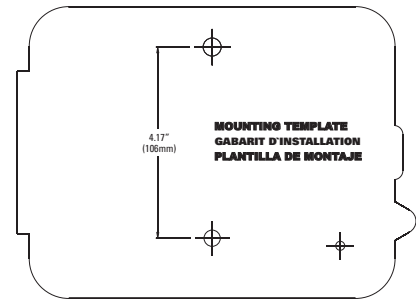

Figura 1: Uso de la plantilla para montaje (incluida)
- Use la plantilla de montaje (incluida) para marcar la ubicación del tornillo de montaje en la pared. *Consulte la Figura 1.*